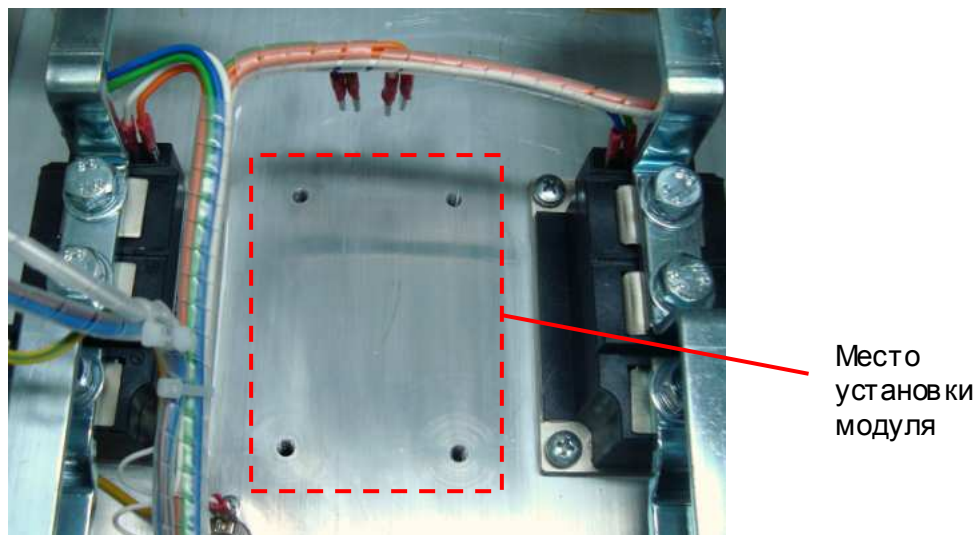

Рис. 7.2
7.1.2. Протереть радиатор в месте установки тиристорного модуля салфеткой, смоченной СБС (рис. 7.2).